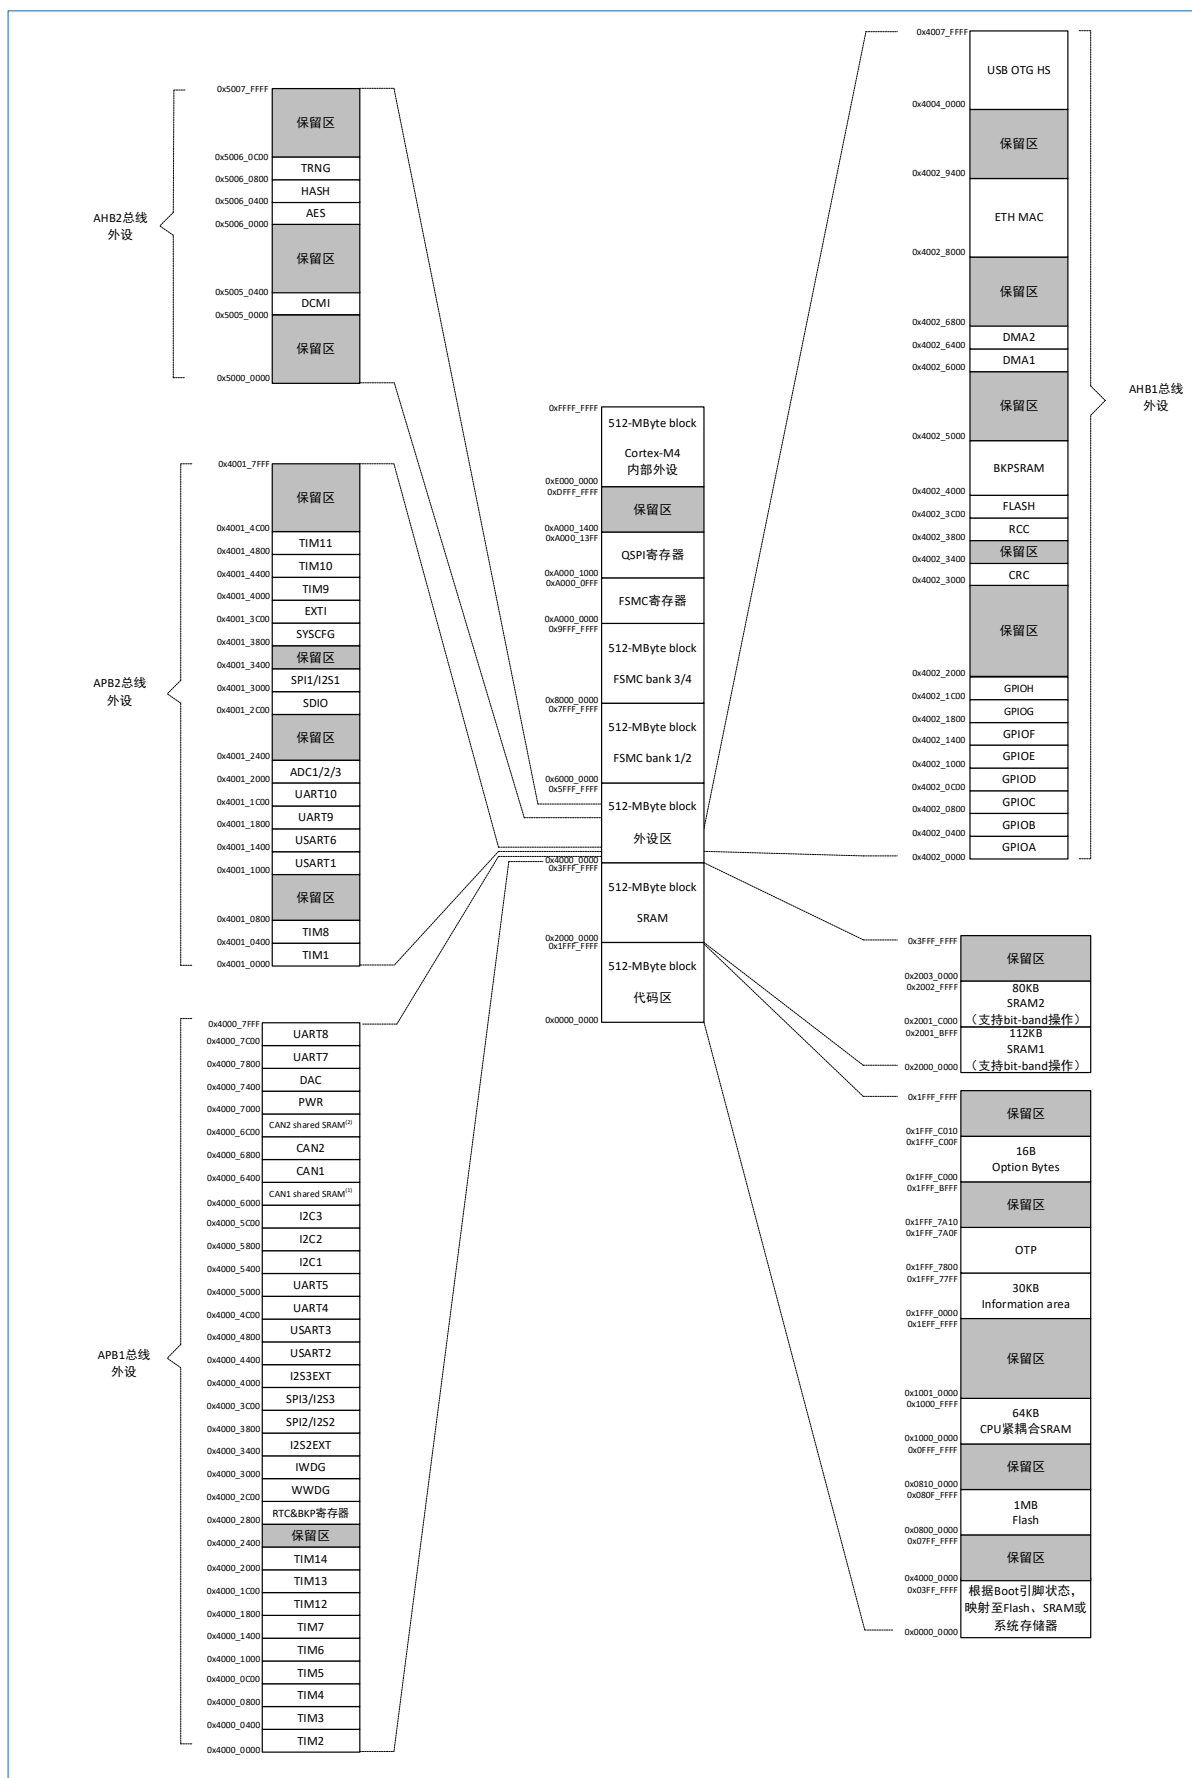

图 3-2 存储器映射
- 图 3-2 的说明:
- (1). CAN1 shared SRAM 的实际可用空间为 512byte, 其地址范围为: 0x4000 6000~0x4000 61FF。
- (2). CAN2 shared SRAM 的实际可用空间为 512byte, 其地址范围为: 0x4000 6C00~0x4000 6DFF。